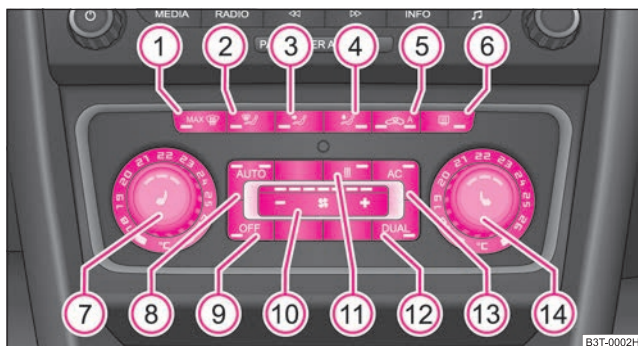

Abb. 113 Climatronic: Bedienelemente
- Drücken Sie die Taste **AUTO** ⇒ Seite 104, Abb. 113.
Wenn die Frontscheibe beschlägt, drücken Sie die Taste ⇒ Seite 104, Abb. 113. Nachdem die Frontscheibe beschlagfrei ist, drücken Sie die Taste
- Wenn die Frontscheibe beschlägt, drücken Sie die Taste ⇒ Seite 104, Abb. 113. Nachdem die Frontscheibe beschlagfrei ist, drücken Sie die Taste .
- Drücken Sie die Taste  ⇒ Seite 104, Abb. 113.